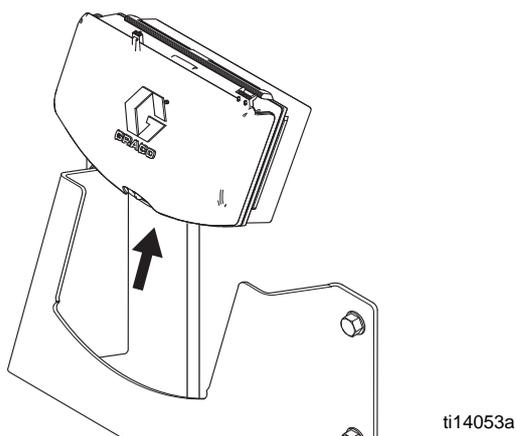

Abb. 3. Abnehmen von DataTrak
2. Entfernen Sie das DataTrak-Modul aus der Halterung. Siehe Abb. 3. Bringen Sie das Modul in einen ungefährlichen Bereich.